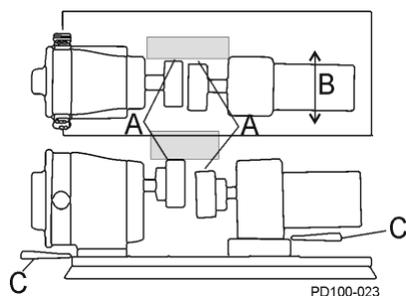

Ilustración 24 - Comprobación de la alineación paralela
2. Utilizando una galga en la ubicación "A" de la Ilustración 24, determine la dirección y la cantidad de movimiento necesario (Ilustración 24, elemento B).